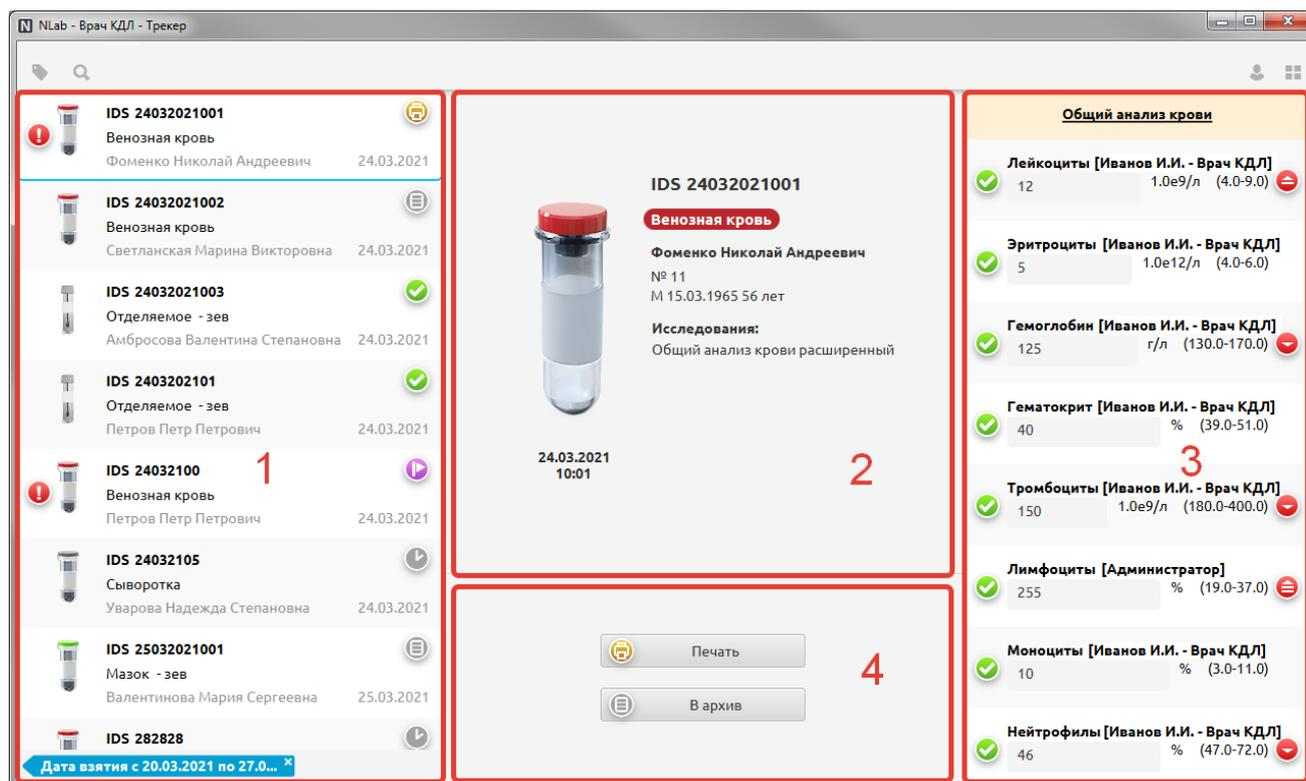

Рис. 57
Основной экран раздела «Трекер» показан на Рис. 57.
1. Левый блок (№1 на Рис. 57) – отображает список биоматериалов, которые поступили в отдел или рабочее место сотрудника лаборатории.
2. Центральный верхний блок (№2 на Рис. 57) - отображает подробную информацию о выбранном объекте – биоматериале или транспортном контейнере.
3. Правый блок (№3 на Рис. 57) – отображает тесты и показатели, которые были внесены вручную или получены с приборов.
4. Центральный нижний блок (№4 на Рис. 57) – отображает кнопки валидации, архивации и печати, если они доступны для данного биоматериала на данном этапе. Если данные режимы недоступны – кнопки не отображаются. Кнопка «Валидировать» появляется после ввода/получения одного (или всех) результатов (зависит от настройки). Кнопка «Печать» появляется после валидации одного (или всех) результатов.